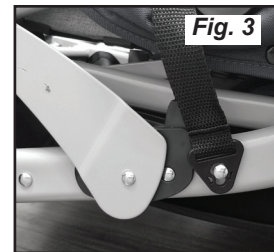

Fig. 3
3. Insérez l'écrou M6 (I) dans l'évidement à 6 côtés au bas de tube d'essieu arrière et à l'aide d'un tournevis cruciforme, fixer Vissez (H) en le tournant dans l'écrou jusqu'à ce qu'il soit serré (Fig. 3).
5. Tout en maintenant le roulement sur le montant des roues avant, placez l'**ensemble des roues avant (D)** afin que le chemin de roulement soit orienté vers le montant des roues avant et que le roulement à l'intérieur de l'**ensemble des roues avant** soit du côté opposé, puis faites glisser l'**ensemble des roues avant** sur le montant des roues avant et le roulement (**Fig. 3**).
- Détachez les boutons-pression du panier en tissu, placez le panier en tissu sur le tube du panier et attachez les boutons-pression sur le panier en tissu (**Fig. 3**).
1. Appuyez et maintenez le bouton de déverrouillage (1) situé en bas du barre de bras. Tout en maintenant le bouton de déverrouillage, tirez la barre du bras vers l'extérieur pour la retirer d'un côté de la poussette (**Fig. 3**).
- Repliez le panneau arrière de l'auvent ① l'avant, tirez le tube de l'auvent arrière vers l'arrière et fixez le tissu de l'auvent sur le tube de soutien de la poignée avec les attaches en tissu munies de velcro ② (Fig. 3).
2. Enfilez l'attache auto-agrippante à travers boucle cousue sur le bord arrière de la verrière, repliez la boucle cousue et la sangle de pression ensemble (Fig. 3).
4. Faites glisser le loquet de la cheville de la poussette (Fig. 3).
4. Poussette sécurisée en position repliée en posant la poussette sur le sol avec l'avant roues et repose-pieds avant baissés. Localiser Sangle Retention sur un côté de la poussette (Fig. 2). Appuyez sur la poignée de la poussette et faites-la glisser trou plus grand sur le loquet de la sangle de rétention piquer sur la poussette. Tirez sur le loquet pour fixer la cheville dans un trou plus petit (Fig. 3 et 4.). Répéter processus de l'autre côté de la poussette.